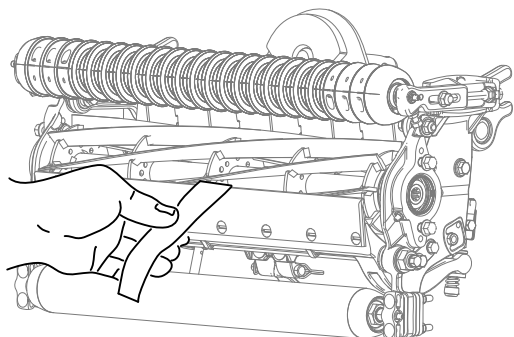

Рисунок 20
2. Проверьте характеристики скашивания, вставив длинную контрольную полоску бумаги (№125-5610 по каталогу Toro) между барабаном и неподвижным ножом, перпендикулярно неподвижному ножу (Рисунок 20). Медленно проверните барабан вперед. При этом бумага должна разрезаться.